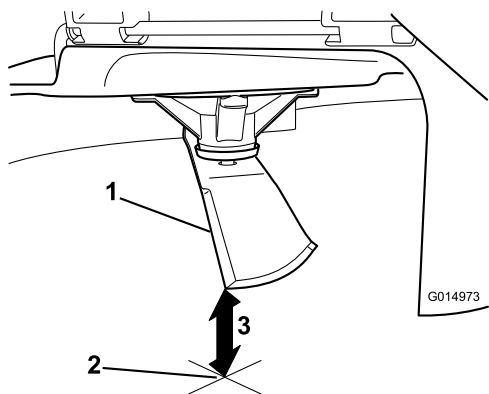

Figuur 62
4. Draai hetzelfde mes 180 graden, zodat de maairand aan de andere kant nu in dezelfde stand staat (Figuur 62).